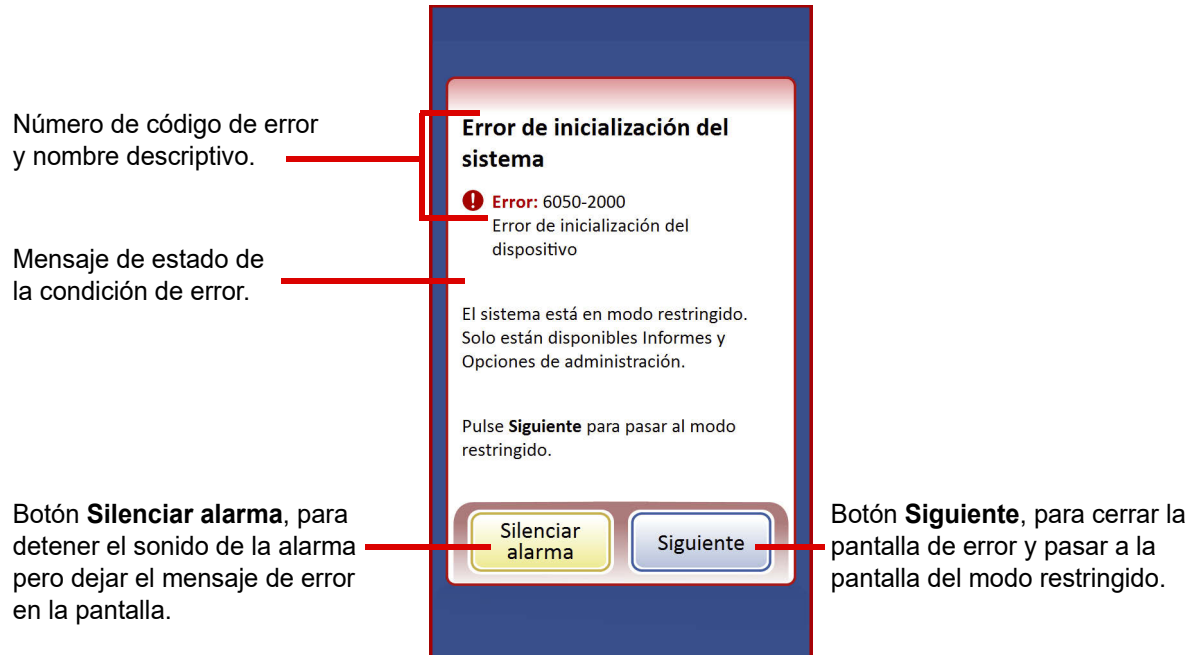

Figura 9-12 El sistema ha detectado un error
- Mostrar el mensaje de error y emitir una alarma acústica, si está activada (consulte la Figura 9-12). El sistema intenta la recuperación (durante un minuto como máximo).